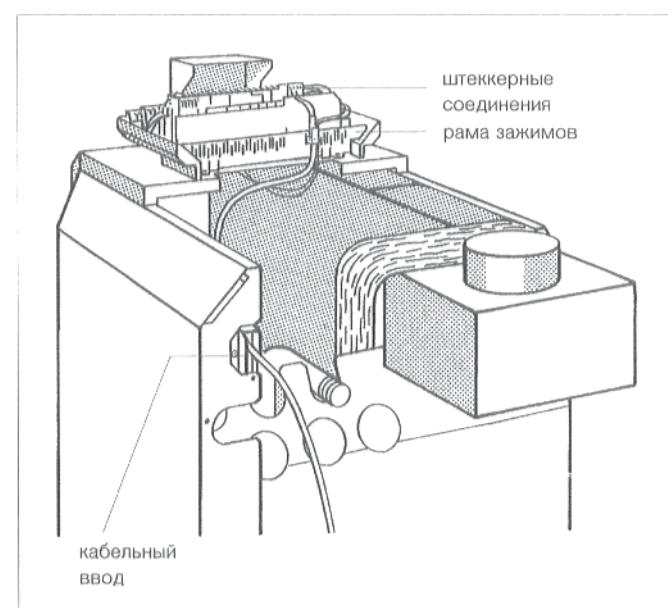
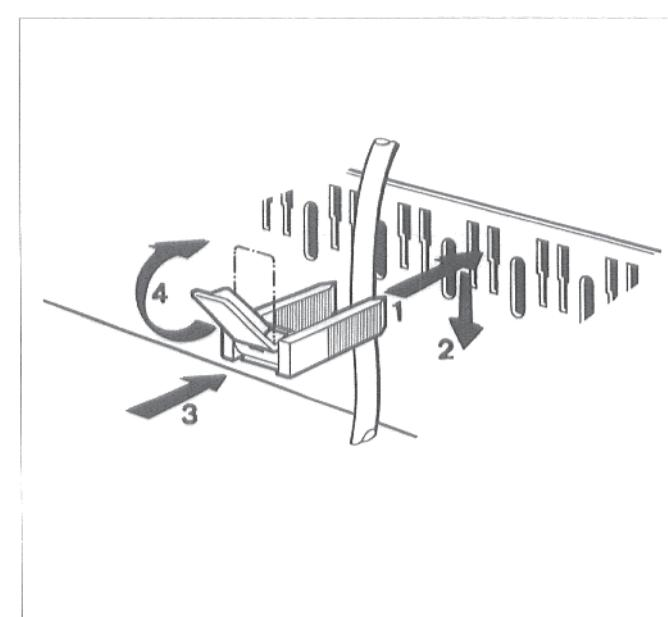

Рис. 18: кабельный ввод и штеккерные соединения
Рис. 19: крепление кабеля кабельным зажимом
- Подключить электропроводку к штекерным соединениям, соответственно схеме соединений (рис. 18).
Проложить провода сзади, через кабельные вводы, к регулятору (рис. 18).
- Все провода следует закрепить зажимами: вставить зажимы для крепления кабеля с вложенным проводом сверху в раму зажимов (рис. 18); ребро рычажка должно при этом показывать вверх. Вдавить кабельный зажим вниз, при этом придавливая его. Повернуть рычажок вверх (рис. 19).